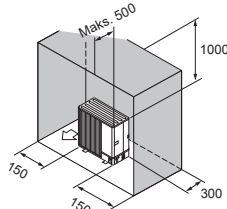

Fig. 2-11
- (6) Hindringer eller lukkede overflater kun bak, på sidene og over (Fig. 2-11)